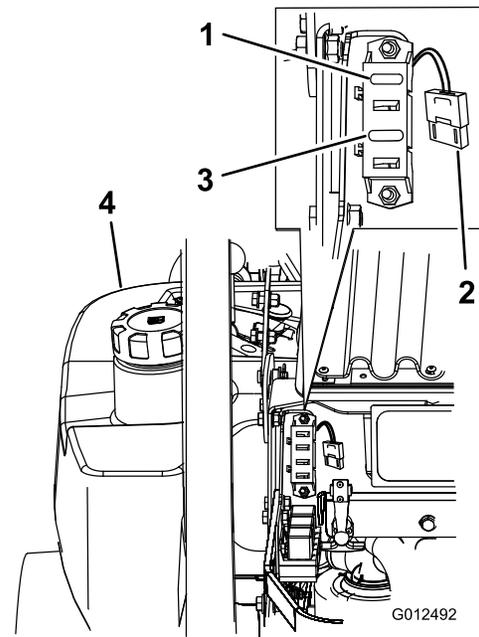

**Figure 74**
2. Quand la batterie est chargée au maximum, débranchez le chargeur de la prise, puis débranchez les fils du chargeur des bornes de la batterie (Figure 74).